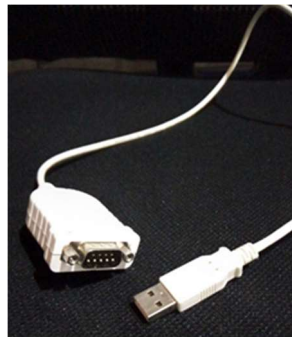

Fig.34
- Convertidor USB – RS232 (fig.34)